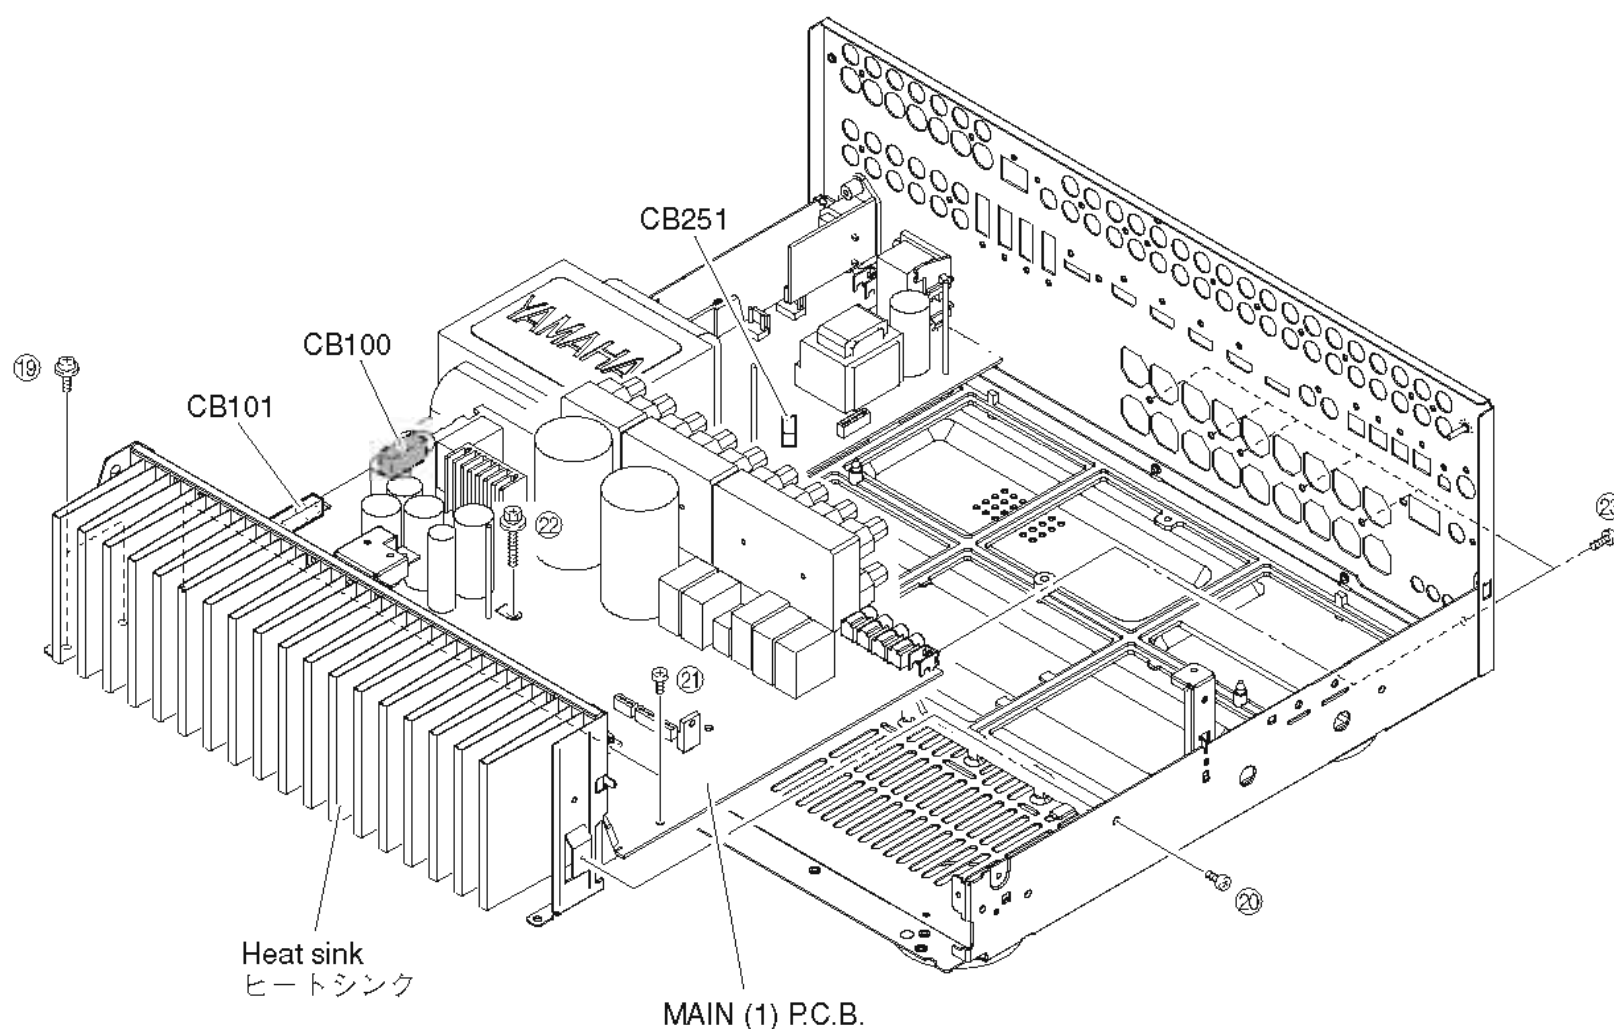

Fig. 9
- a. Remove 2 screws (19), screw (20), 2 screws (21) and screw (22). (Fig. 9)
- b. Remove 6 screws (23). (Fig. 9)
- c. Remove CB100, CB101 and CB251. (Fig. 9)
- d. Remove the MAIN (1) and (2) P.C.B.s together with heat sink. (Fig. 9)
- a. ⑱のネジ2本、⑳のネジ1本、㉑のネジ2本、㉒のネジ1本を外します。(Fig. 9)
- b. ㉓のネジ6本を外します。(Fig. 9)
- c. CB100、CB101、CB251を外します。(Fig. 9)
- d. MAIN(1)、(2)P.C.B.をヒートシンクと一緒に取り外します。(Fig. 9)